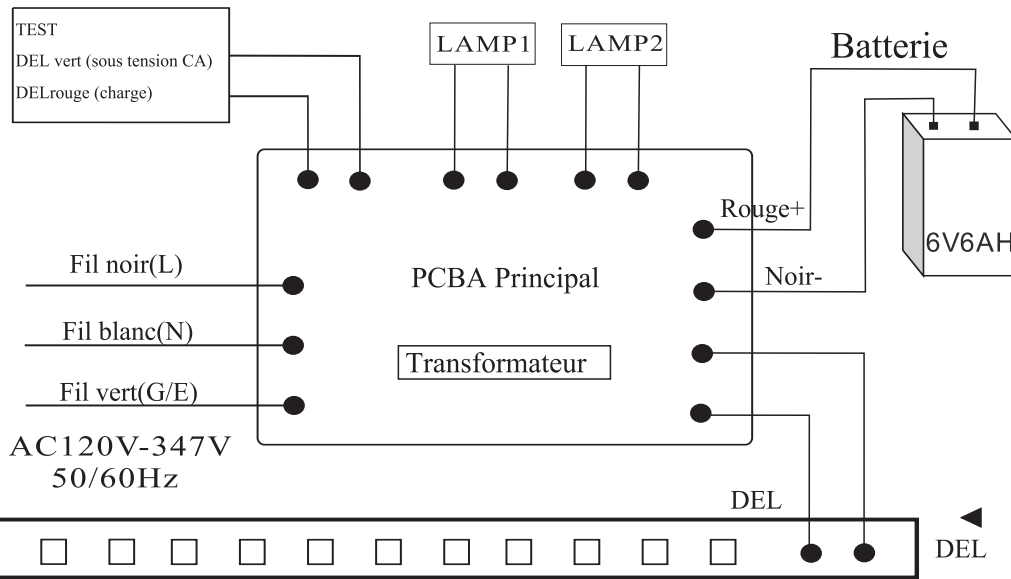

Fig.5 Montage au plafond ou par le bord
5.2.2. Un seul passe-fil et une paire d'entrées défonçables pour les vis du socle sont poinçonnés sur le dessus et le côté de l'enseigne. Défoncez la série appropriée de trois (3) trous (Fig.5).
5.2.5. Fixez solidement l'enseigne au mur ou au plafond. La distance entre les trous dans le socle est conçue pour s'adapter à la plupart des boîtes de jonction électriques standards. Une plaque universelle en acier est fournie pour permettre le montage sur d'autres types et tailles de boîtes (Fig.5).